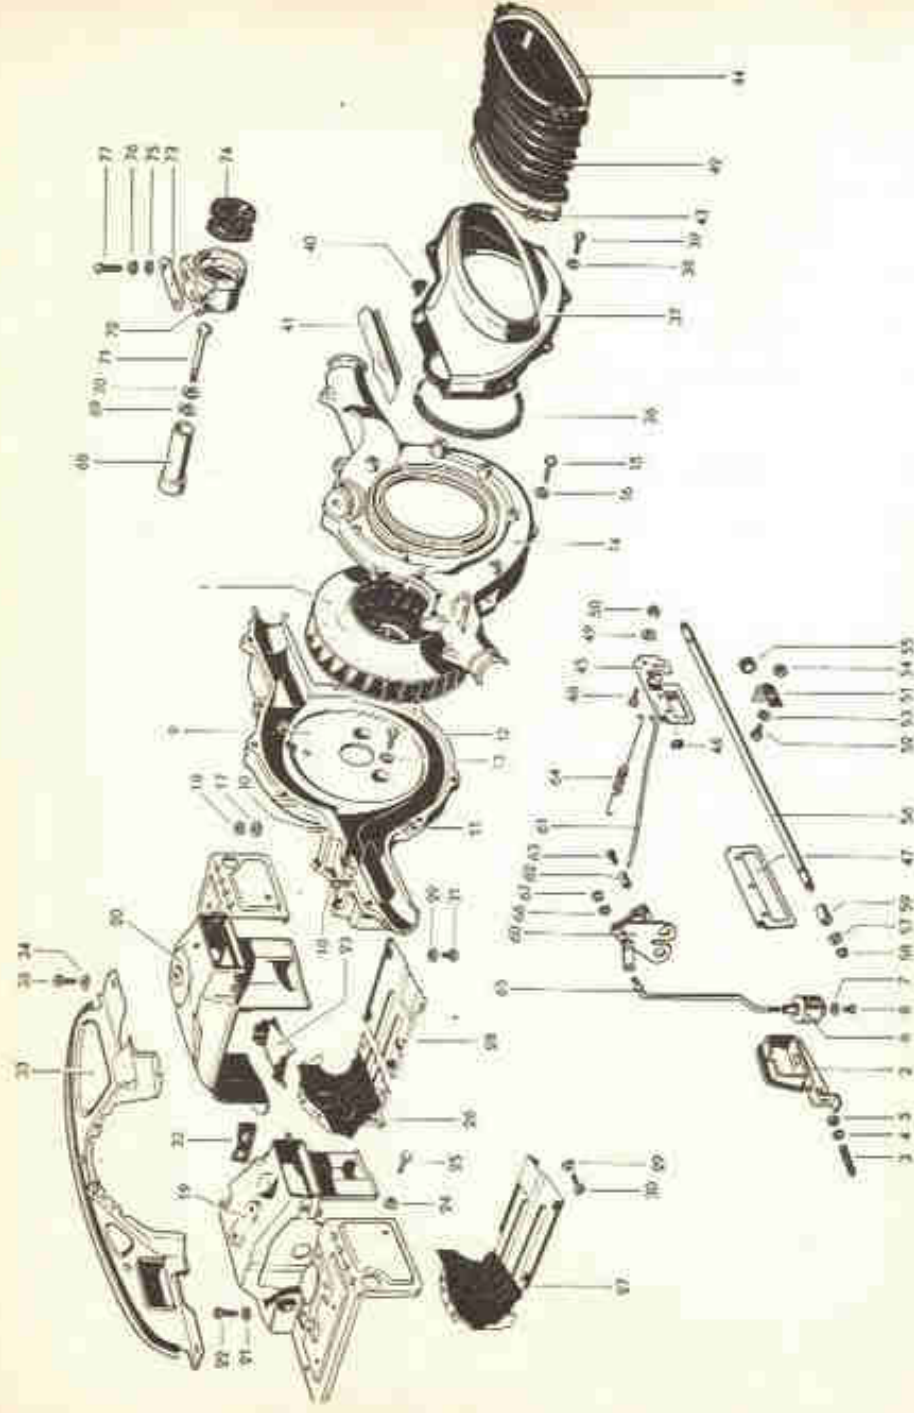

Fig. 5.V — Sistema de arrefecimento do motor plano "I 500V".
1) — Retira-se a tampa da carcaça do ventilador e o bujão de inspeção do ponto (41 e 40, Fig. 5-V), e a tampa do distribuidor.